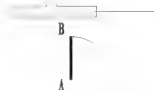

图 3.60 绘制门的轨迹线
③ 在指定圆弧的端点或【角度(A)/弦长(L)】:\_a 指定包含角:提示下,输入“-90”,指定圆弧的角度为 90°,结果如图 3.60 所示。